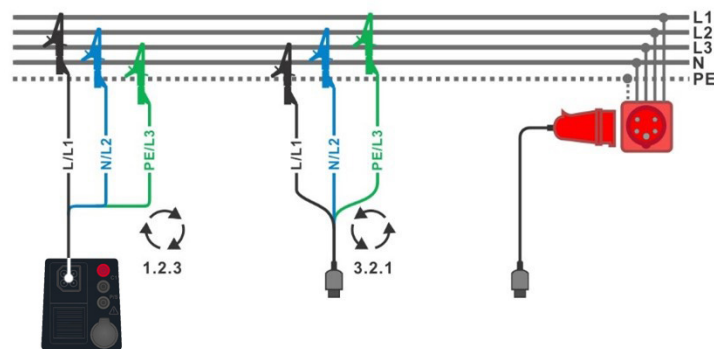
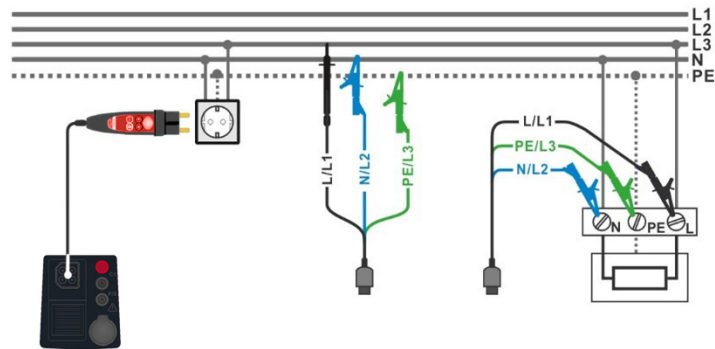

Abbildung 4.2: Anschluss der 3-Leiter Prüfleitung und des optionalen 16 A CEE-Messadapters (044148) im Dreiphasensystem
Abbildung 4.3: Anschluss des Commander-Prüfsteckers und der 3-Leiter Prüflleitung im Einphasensystem
- › Schließen Sie die Prüflleitungen am Prüfobjekt an (siehe **Abbildung 4.2** und **Abbildung 4.3**).